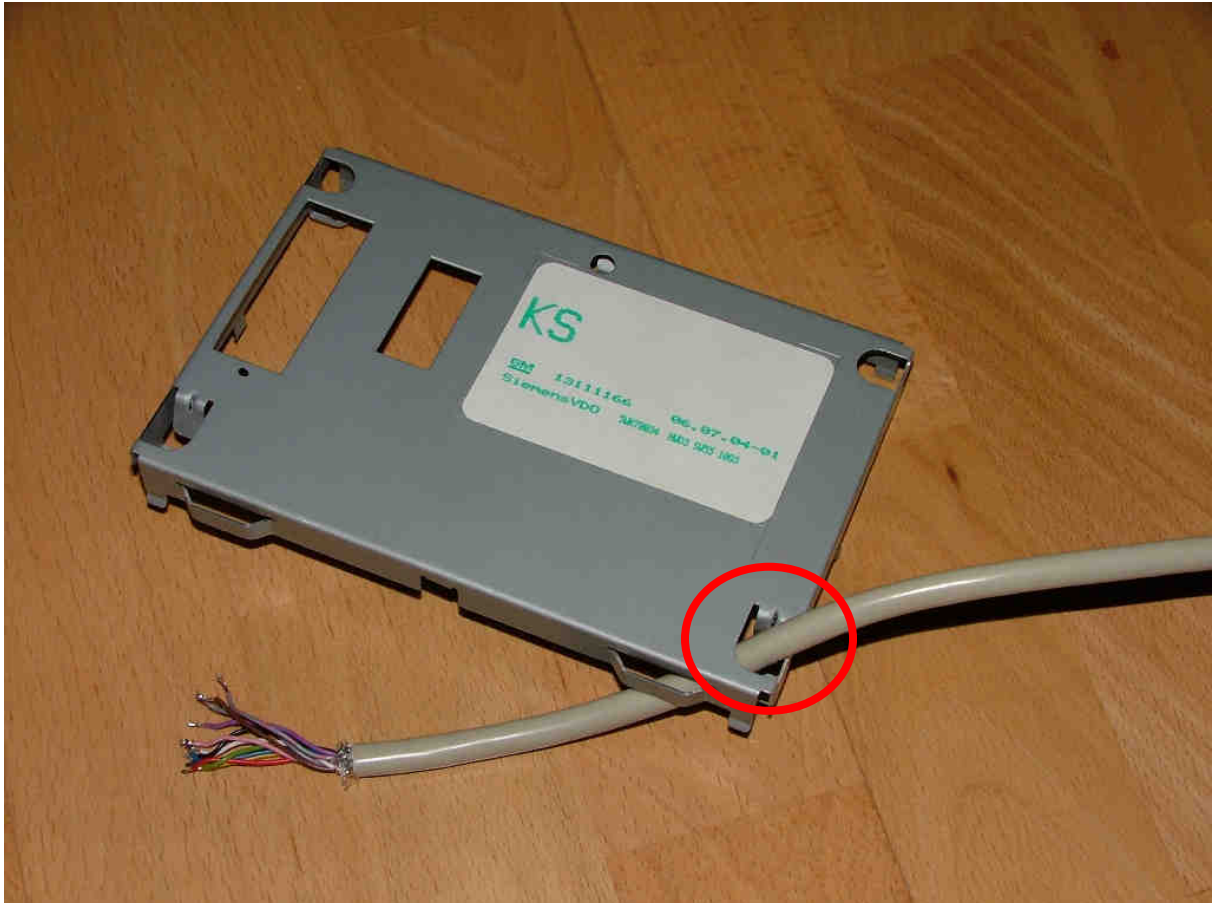

Bild 20: Kabeldurchführung durch das Abschirmblech
- das Kabel muss von den 12 Löt pads abgelötet und durch eine der vier Torx-Schraubenöffnungen gesteckt werden. Anschließend müssen die 11 Drähte wieder an den gleichen Löt pads angelötet werden (siehe Bild 20). Da alle 12 Drähte unterschiedliche Farben haben, ist das recht einfach. Die Pinbelegung befindet sich im Anhang.
- es muss ein Loch in das Schirmblech gesägt oder herausgeschnitten werden, z.B. an einer der vier Torx-Schraubenöffnungen (siehe Bild 20, roter Kreis). Da dieser Eingriff natürlich deutlich sichtbare Spuren am Schirmblech hinterlässt, sollte diese Wahl nur getroffen werden, wenn absolut keine Möglichkeit zum Löten besteht.